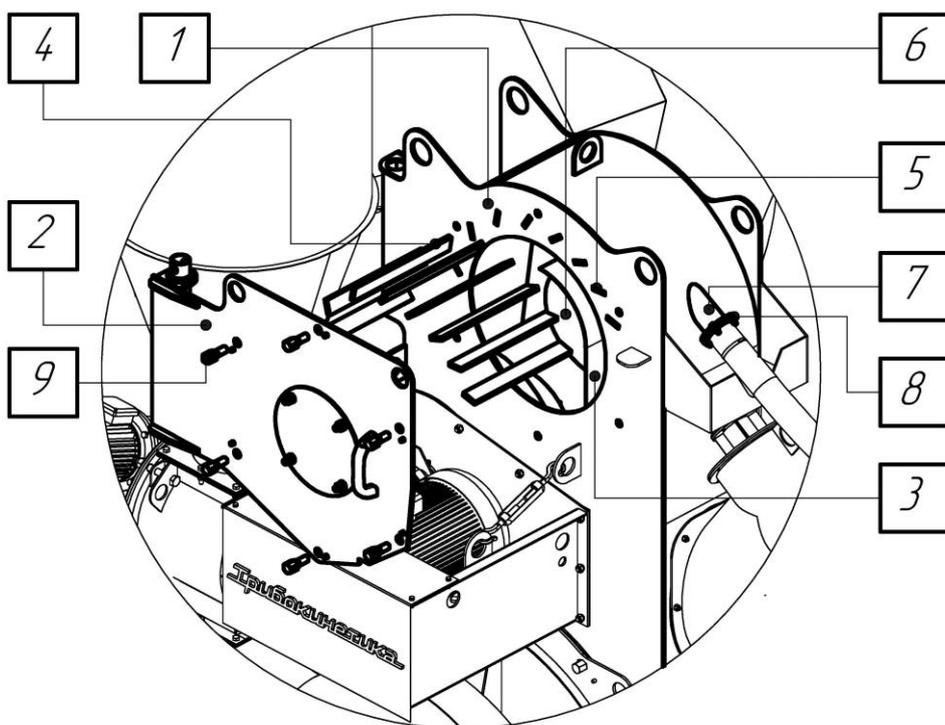

Рис. 9 Воздушно-центробежный классификатор.
Воздушно-центробежный классификатор (Рис. 9) состоит из: корпуса (1), распашной двери (2), внутреннего завихрителя (3), пластин направляющего аппарата (4), вставленных в пазы (5) корпуса, окна (6) выхода «тонкого» продукта, патрубка (7) вторичного воздуха с регулировочной заслонкой (8). В закрытом положении распашная дверь фиксируется прижимами (9), ввернутыми в резьбовые отверстия корпуса (1).